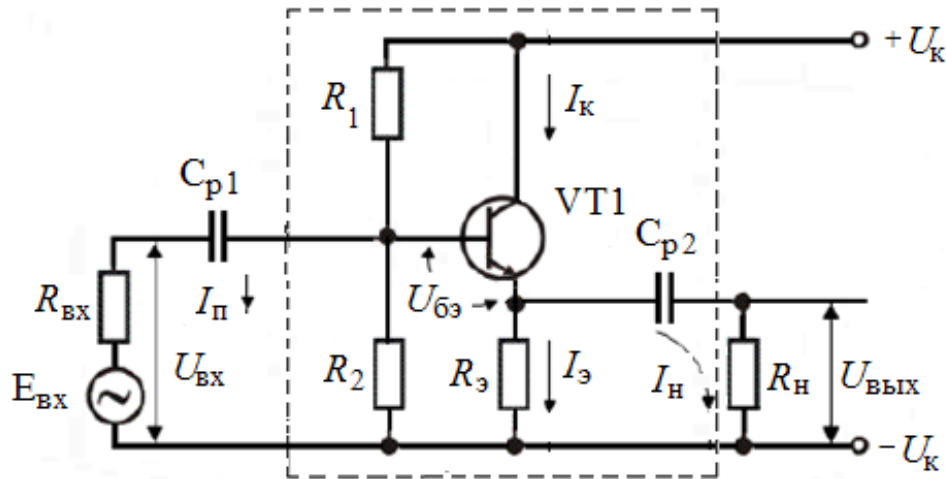

Рис. 15. Усилительный каскад с ОК
Назначение элементов C_1 , C_2 , R_1 такое же, как в каскаде с ОЭ (рис. 15). Входное напряжение подается между базой и общей точкой, выходное напряжение снимается с резистора $R_э$ между эмиттером и общей точкой. В результате образуется 100 % отрицательная обратная связь по напряжению, что позволяет значительно уменьшить нелинейные искажения, возникающие при работе. Коллектор по переменному току заземлен через малое сопротивление источника питания E_k и является общей точкой для входной и выходной цепей. Фазы входного и выходного сигнала совпадают. Большое значение входного сопротивления с ОК предопределяет широкое применение на практике эмиттерного повторителя в качестве согласующего устройства.
положительной полуволне $U_{ВХ}$ токи I_6 и I_3 увеличиваются, падение напряжения на R_3 возрастает и потенциал эмиттера становится более положительным по отношению к общей точке. Коэффициент усиления по напряжению $K_u = U_{ВЫХ}/U_{ВХ} \leq 1$, так как в каскаде с ОК вследствие отсутствия конденсатора C_3 , шунтирующего резистор R_3 (рис. 15), имеет место стопроцентная последовательная ООС по напряжению, т.е. все выходное напряжение последовательно вводится во входную цепь ($U_{ВХ} = U_{63} + U_{ВЫХ}$). Такая ООС увеличивает $R_{ВХ}$ (до 500 кОм) и уменьшает $R_{ВЫХ}$ каскада (десятки, сотни Ом). Каскад с ОК применяется для согласования сопротивлений между высокоомным источником $U_{ВХ}$ и низкоомной нагрузкой.
9. Наберите на стенде схему, представленную на рис. 15, для снятия амплитудной характеристики $U_{ВЫХ} = f(U_{ВХ})$ усилительного каскада по схеме с ОК при $E_K = -12\text{ В}$, для этого: